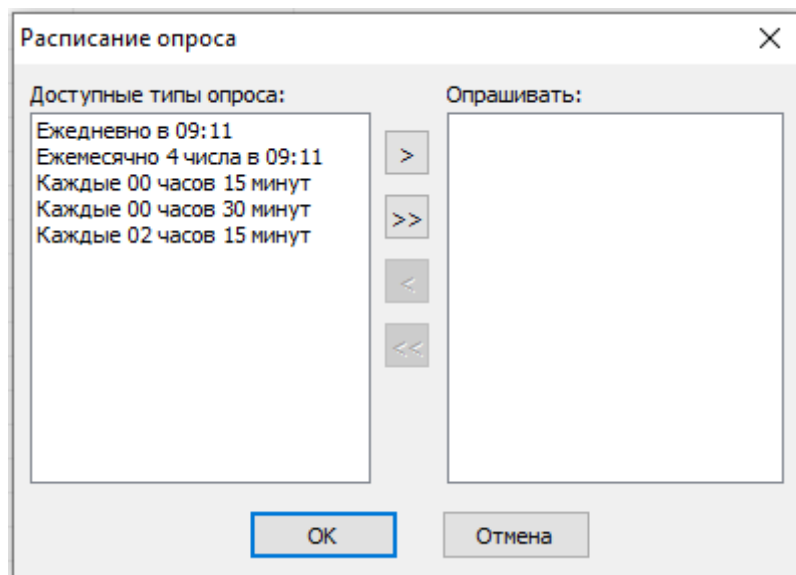

Рисунок 28. Расписание опроса
9.2 В открывшемся окне «Расписание опроса», Рисунок 28, выбрать из списка «Доступные типы опроса» режим опроса и переместить его параметры в список «Опрашивать» (кнопки:  - для одного значения, или  - для всего списка). Выбранный режим опроса принять или отменить кнопками «ОК» или «Отменить» соответственно.